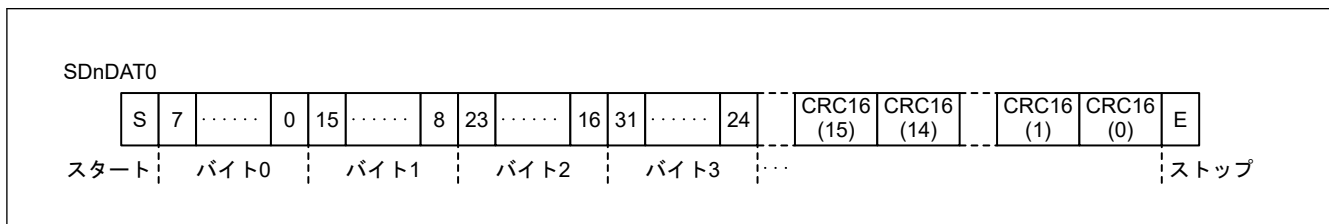
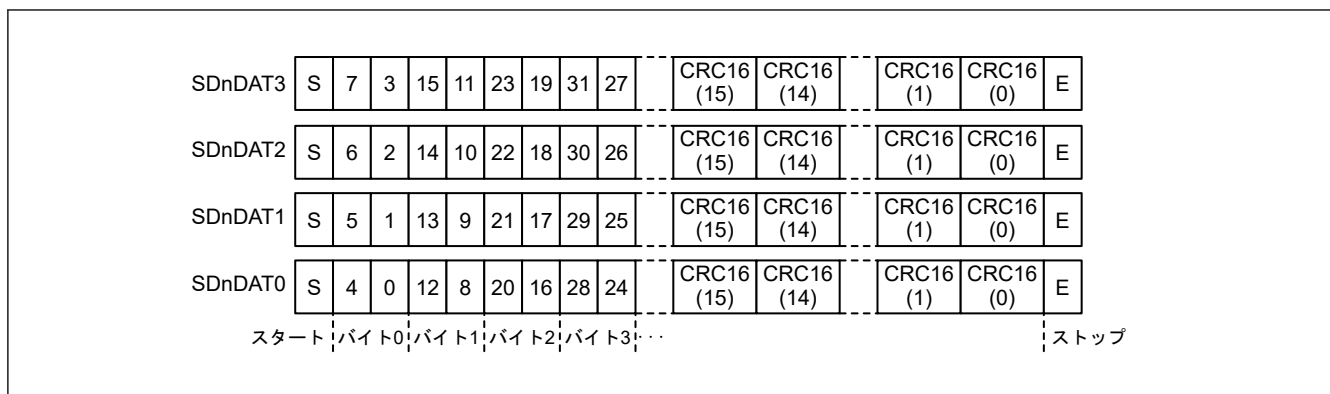

図 33.2 1 ビット幅モードの SDnDAT
図 33.3 4 ビット幅モードの SDnDAT
1. SD/MMC ホストインタフェースが SDnDAT 信号により SD カード / MMC からデータを受信する (図 33.2 および図 33.3 を参照)。